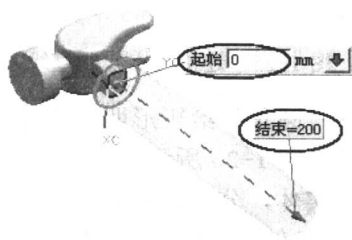
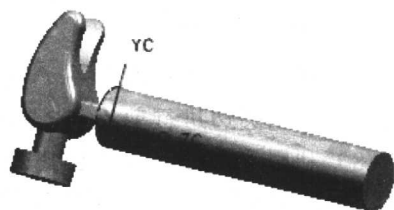

图 1-30 拉伸实体
图 1-31 手柄实体
(2) 利用工具条“成形特征”→“拉伸”拉伸生成手柄，并与前面生成的实体做求和布尔运算。拉伸方向及拉伸长度如图 1-30 所示，生成的手柄实体如图 1-31 所示。